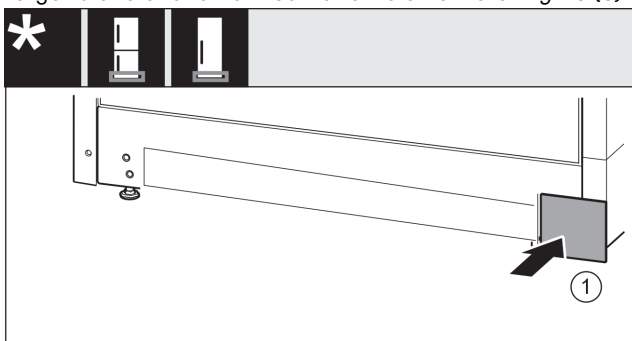

Fig. 14
- Remettre en place le cache de l'autre côté. Fig. 14 (1)